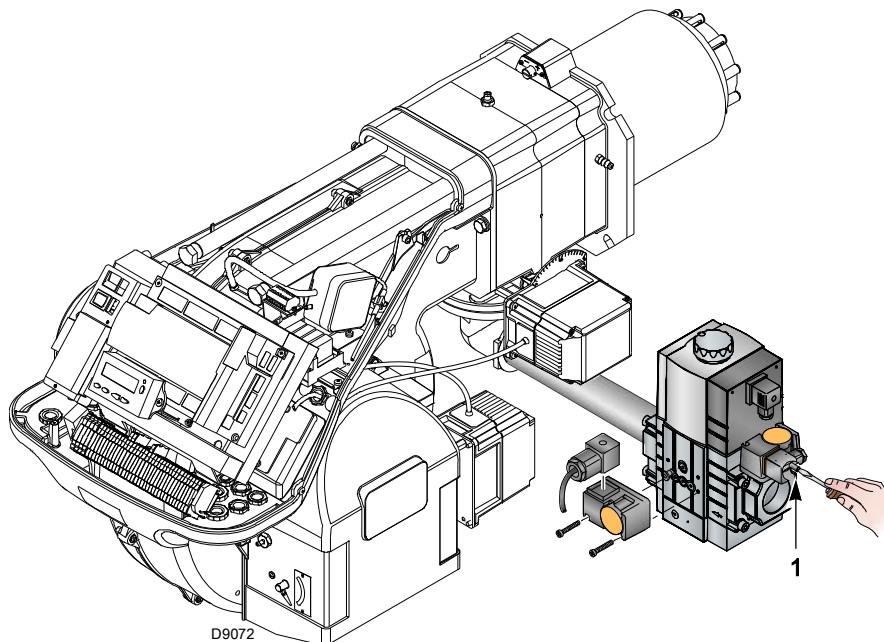

图 29
- ▶ 连接一个压力计到最小燃气压力开关的压力测试点 1) (图 29)，检查燃气供应压力：必须低于燃气阀组所能允许的最大压力，见燃气阀组标牌。